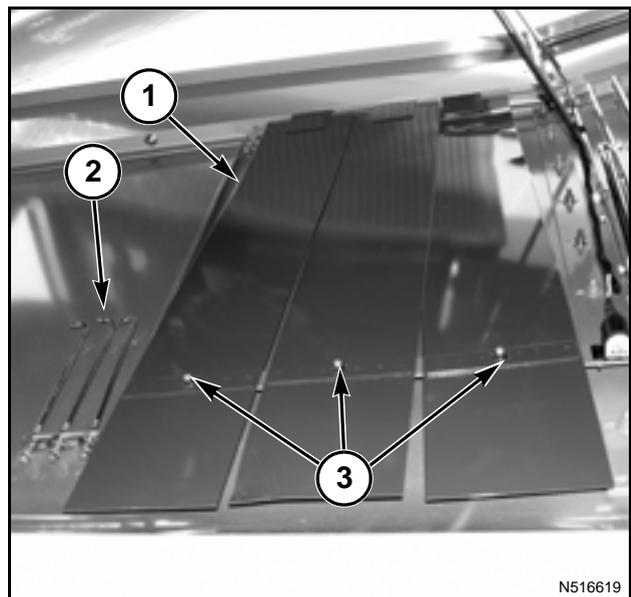

FIG. 180
FIG. 180: las placas del cóncavo (1) y los ganchos de montaje (2) están provistos con todas las cosechadoras y guardados debajo del capot izquierdo. Retirar las tuercas mariposa (3) para liberar los paneles del cóncavo y los ganchos de montaje.